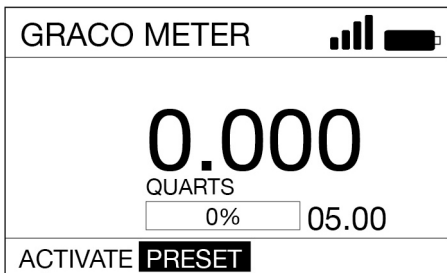

Рис. 32
3. Нажмите кнопку со СТРЕЛКОЙ ВПРАВО, чтобы выделить на экране пункт ПРЕДВАРИТЕЛЬНАЯ НАСТРОЙКА (PRESET) (H). Нажмите кнопку ВВОД, чтобы выбрать пункт ПРЕДВАРИТЕЛЬНАЯ НАСТРОЙКА (Рис. 32).